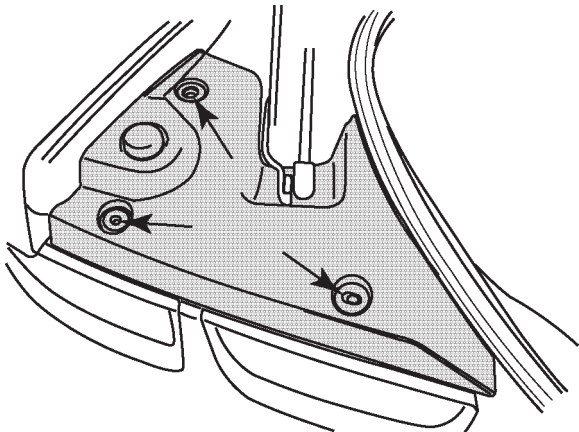

FIGURE 1
- Ouvrir le coffre et retirer les trois rivets-vis de chaque côté. Conserver. Retirer les couvercles d'accès des feux rouge arrière gauche et droit. Conserver. Se reporter à la Figure 1.